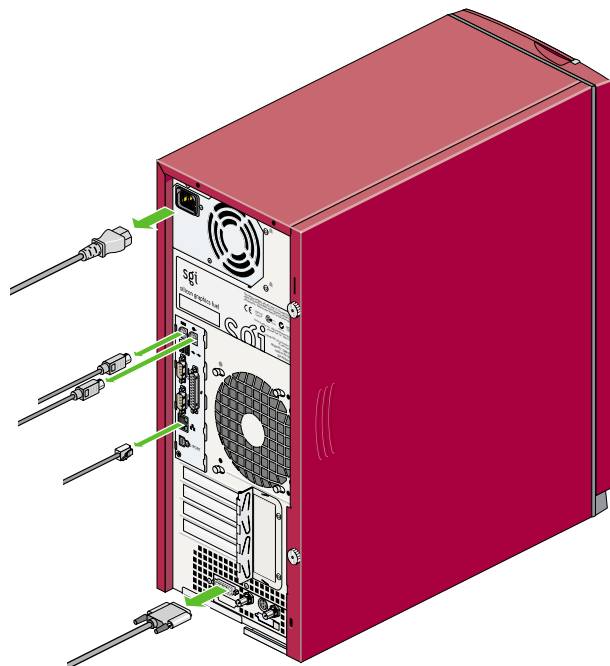

図 4-2 ケーブルの取外し
- ワークステーションの背面からすべてのケーブルを取外します。システムのサービスが完了した後で正しく接続し直すことができるよう、各ケーブルがどこに接続されていたかを控えておいてください。図 4-2 を参照してください。